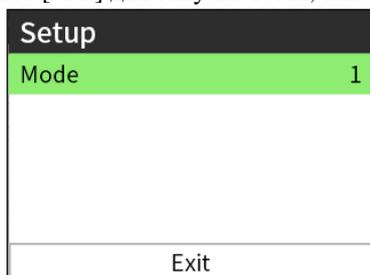

Рис. 5.4.1
- 2) Как показано на следующем рисунке: выберите [Auto. Test] в главном меню и затем выберите режим проверки и очистки в меню выбора параметров [Cylinder No./Mode], см. таблицу параметров и характеристик форсунок автомобиля (настройки представлены в рис. 5.4.1). По умолчанию применяется режим «Схема режима автоматической проверки» для получения подробных сведений о режимах работы стенда). Нажмите [Run] для запуска теста, как показано в разделе 5.4.2. Режим 2 представлен в разделе 5.4.3.